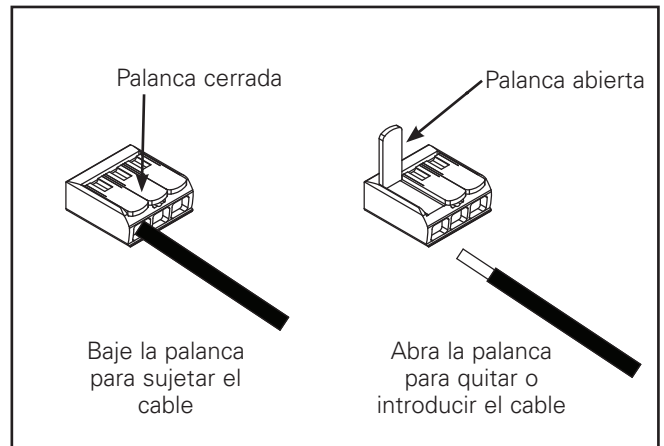

Figura 9
5. Levante la lengüeta naranja del conector para soltar el cable y ciérrelo para sujetar el cable en el lugar. (Figura 9).